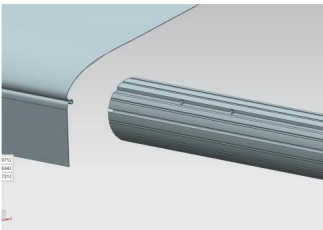
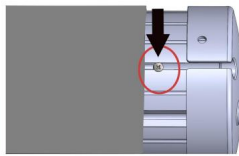
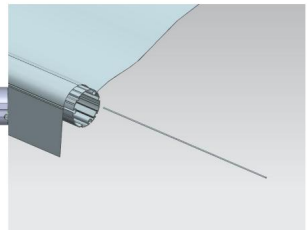

Abbildung D10
Abbildung D11
Abbildung D12
3.5 Öffnen Sie den Stoff, legen Sie ihn in den Schlitz des Rollenrohrs und stecken Sie ihn dann das vordere Ende des Stoffes in einen anderen Schlitz auf der Rollenwelle und befestigen Sie dann die Schraube B fest, um ein Verschieben des Stoffes zu verhindern. Anschließend den Stoffstreifen in der Schlitz. (Abbildung D10, Abbildung D11, Abbildung D12)